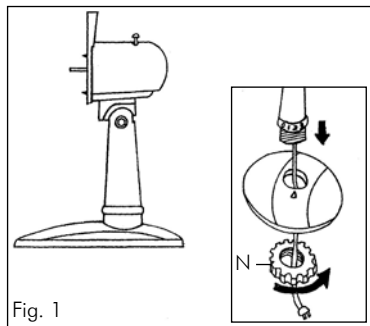
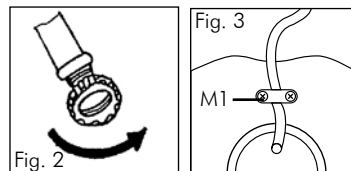

Fig. 1
Fig. 2
- Verwijder de moer «N» voor de bevestiging van de voetplaat door deze tegen de klok in los te draaien van de voet «K» (Fig. 1 en Fig. 2).